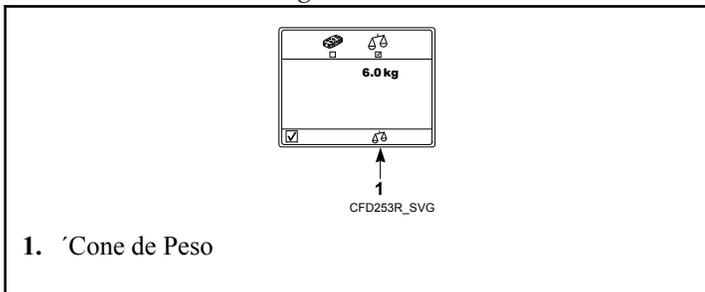

Figura 29
3. Para medir o tamanho da carga com base no nível de água, aperte a tecla debaixo do ícone de caixa de verificação. Consulte a *Figura 28* . Aparece o ícone de peso. Consulte a *Figura 29* .
4. Aperte a tecla debaixo do ícone de peso. Consulte a *Figura 29* . Agora pode-se modificar o peso.